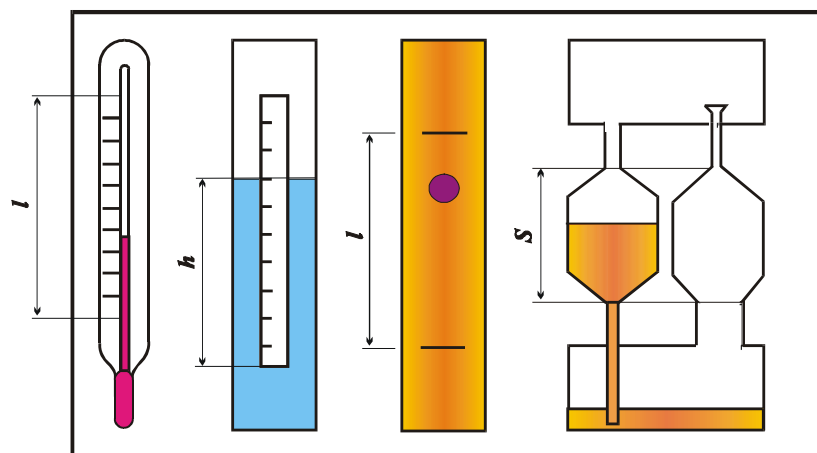

Рис. 1.1. Схема устройства №1:
Устройство для изучения физических свойств жидкости содержит 5 приборов, выполненных в общем прозрачном корпусе (рис. 1.1), на котором указаны параметры для обработки опытных данных. Приборы 3-5 начинают действовать при перевертывании устройства № 1. Термометр 1 показывает температуру окружающей среды и, следовательно,
1. Перевернуть устройство № 1 (см. рис. 1.1) в вертикальной плоскости и определить секундомером время t истечения через капилляр объема жидкости между метками (высотой S) из емкости вискозиметра 4 и температуру T по термометру 1.